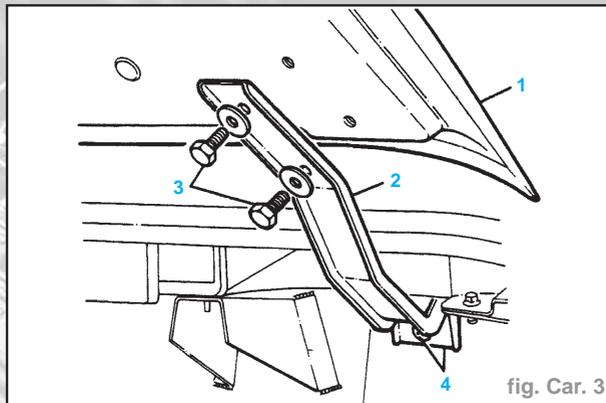

fig. Car. 3
- Soulever le capot et engager la béquille de soutien (1) (Fig. Car. 3).